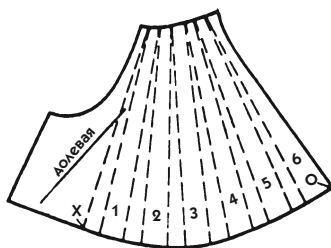

Рис. 565
8. Подготовьте окончательное лекало правой стороны, раздвинув полоски на необходимую величину расширения, как на рис. 565.